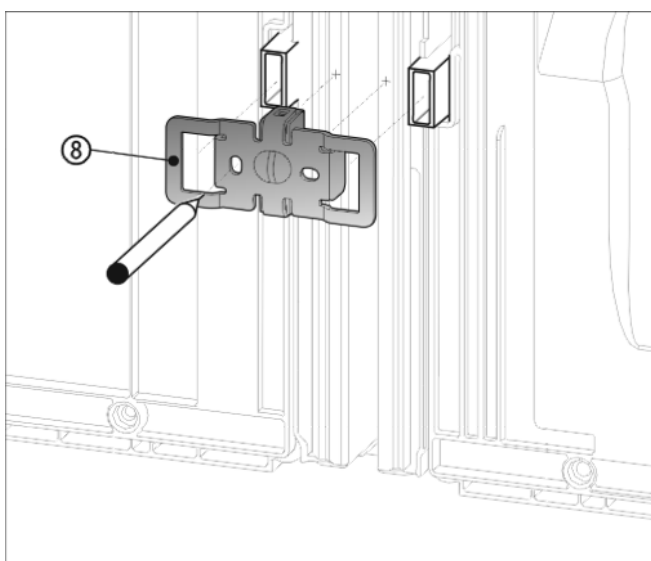

Fig. 10
- ▶ Úhelník Fig. 10 (8) zasuňte vybráním přes úchyt pro vyme-zovač odstupů od stěny